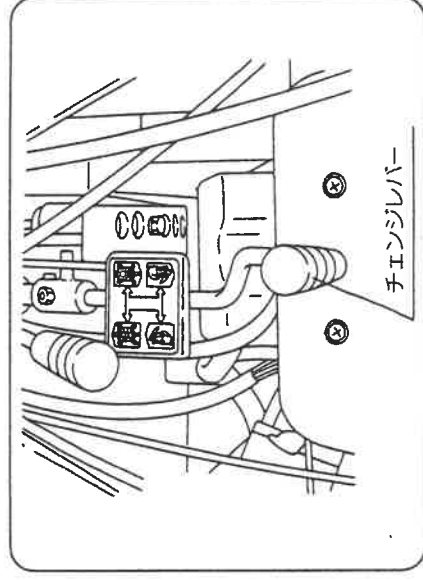

図16
① 低速の「前進後進」(低速)のチェンジの切換は主クラッチを切らなくても切換操作が出来ます。(図16)